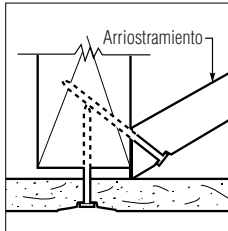

Fig. 12
**Causa:** Los arriostramientos, dinteles, bloques contra fuego o tuberías mecánicas fueron instalados de modo inadecuado, y se proyectan más allá de la cara del bastidor, impidiendo que los paneles entren en contacto con la superficie de clavado (Fig. 12). Esto provocará paneles flojos, y los fijadores colocados en el área protuberante probablemente perforarán el papel de revestimiento.